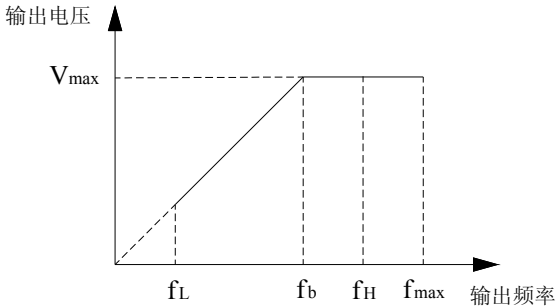

图 F1-1 电压与频率示意图
时，对应的输出电压，一般是电机的额定电压；如下图所示的  $V_{max}$ ； $f_H$ 、 $f_L$  分别定义为上限频率和下限频率，如图 F1-1 所示：
4. 最大输出频率、上限频率、下限频率的关系如上图 F1-1 所示，设置时请注意大小顺序。